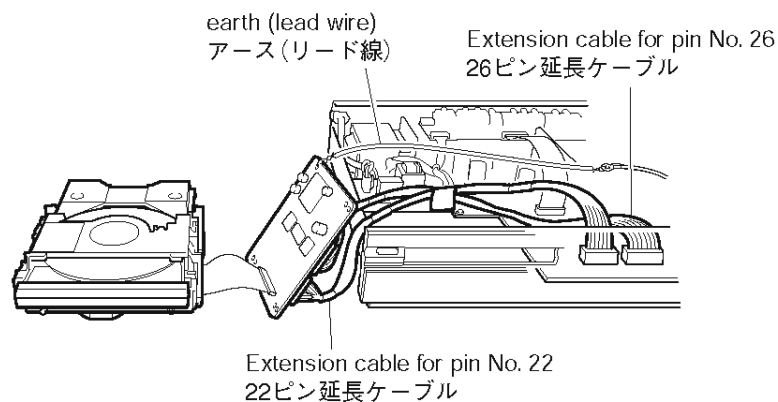

Fig. 8
- Connect the DVD module P.C.B. and MAIN (1) P.C.B. with servicing extension cable. (Fig. 8)
- DVDモジュールP.C.B.とMAIN (1) P.C.B.間を、サービス用延長ケーブルで接続します。(Fig. 8)